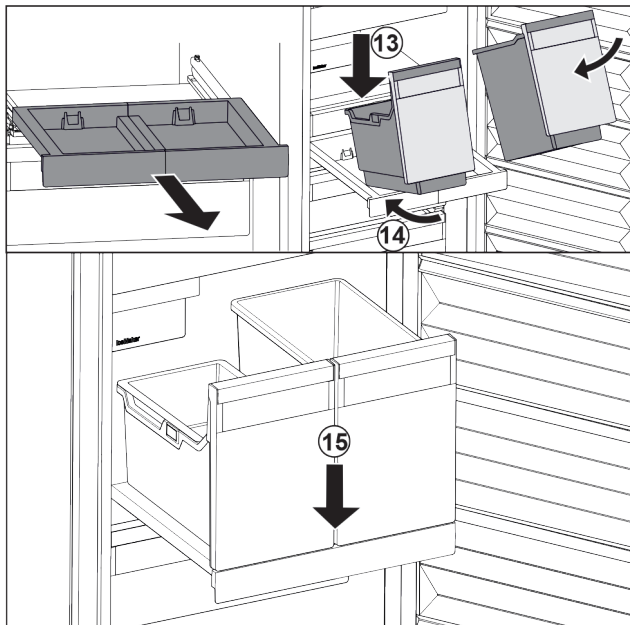

Fig. 90
- ▶ Załóżyć pojemnik pod skosem na wysuwającą półkę. Fig. 90 (13)
- ▶ Wsunąć pojemnik pod skosem do tyłu. Fig. 90 (14)
- ▶ Osadzić pojemnik z przodu. Fig. 90 (15)